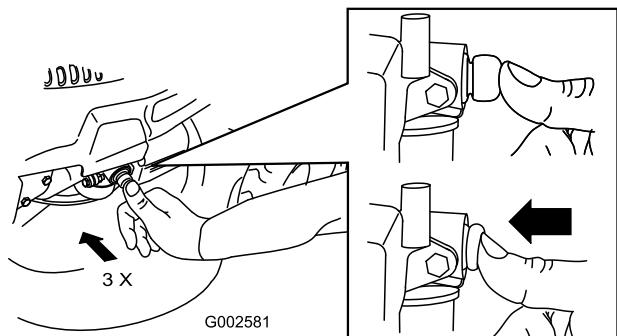

Figure 13
- Apriete el cebador 3 veces con el dedo pulgar, presionando con fuerza, y manteniendo la presión durante un segundo antes de soltarlo (Figure 13).